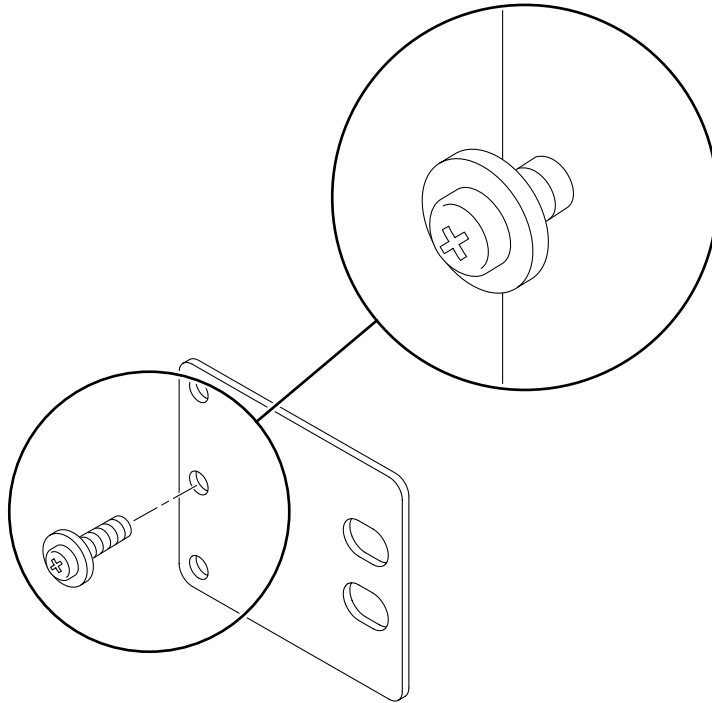

BILD 3-27 Skruva in en skruv i den nedersta rackpositionen på fästplåten
a. Använd en M5 × 10 SEM-skruv för varje fästplåt och installera skruvarna löst i någon av de tre positionerna på varje plåt (BILD 3-27).
Positionen kan variera beroende på hur tjock skenan är i racket. I BILD 3-27 kan du t.ex. se var du ska skruva in skruven för mellanrackpositionen på fästplåten.